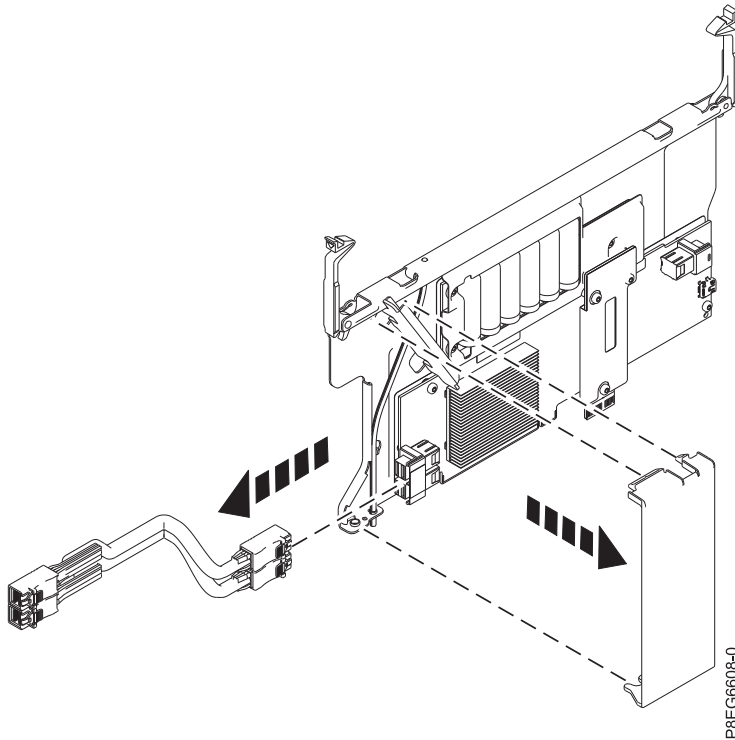

Figura 5. Extracción de la cubierta de flujo de aire del Adaptador interno PCIe3 x8 de memoria caché SAS RAID de 6 Gb que se ha instalado en la ubicación P1-C15
10. Si está extrayendo el adaptador interno SAS RAID de la ranura P1-C15, extraiga la cubierta de flujo de aire del adaptador. En primer lugar, presione en la parte superior de la cubierta y, a continuación, levante la parte inferior de la cubierta y extráigala del orificio en el conjunto del adaptador interno SAS RAID. Deje a un lado la cubierta para reutilizarla en el adaptador de repuesto. Consulte la Figura 5 en la página 9.